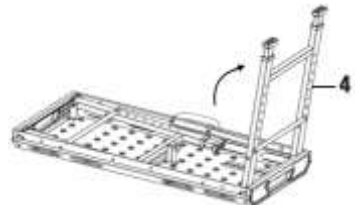

fig. 2
3. Tirez un ensemble de pattes (n° 4) vers le haut, en vous assurant de les déployer complètement (fig. 2).